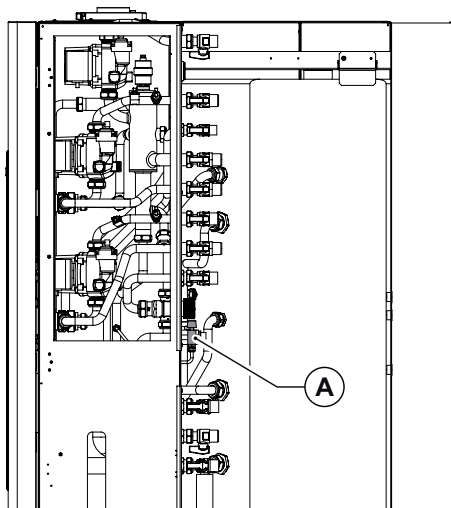

Fig. 3 Robinet de umplere
În cazul în care eroarea **E04** de blocare cauzată de presiune insuficientă în instalație luminează intermitent (semnalând o acțiune a presostatului de apă de siguranță) umpleți instalația acționând asupra robinetului de umplere în Fig. 3 Robinet de umplere. Eroarea **E04** este afișată atunci când presiunea în instalație scade sub valoarea de 0,4 bari și eroarea se resetează automat atunci când presiunea instalației atinge pragul de 1,0 bar. Presiunea în centrala la rece trebuie să atingă $1 \div 1,3$ bar.
- rotiți robinetului de umplere Fig. 3 Robinet de umplere în sens antiorar pentru a permite intrarea apei în centrală;